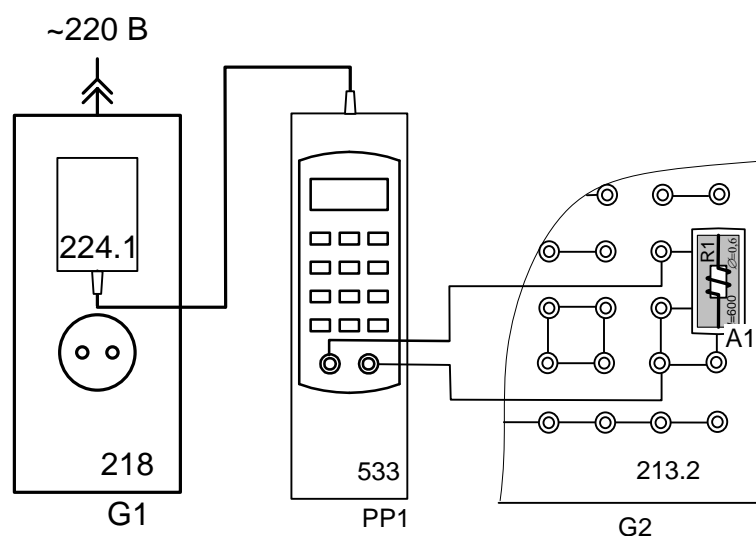

Рис. 2.2.1. Схема электрическая соединений для измерения сопротивлений образцов
Схема электрическая соединений приведена на рис. 2.2.1. Для удобства присоединения миниблока с испытываемым проводником к измерителю Е7-22 используется наборное поле блока генераторов напряжений (код 213.2)
- Соедините аппаратуру в соответствии со схемой электрических соединений (рис. 2.2.1). При этом миниблок «**R1**» установите в наборную панель и подключите его к измерителю R, L, C. Подключите блок питания 224.1 к разъему на верхней стороне корпуса прибора E7-22. Вилку блока питания подключите к свободной розетке однофазного источника питания (218).